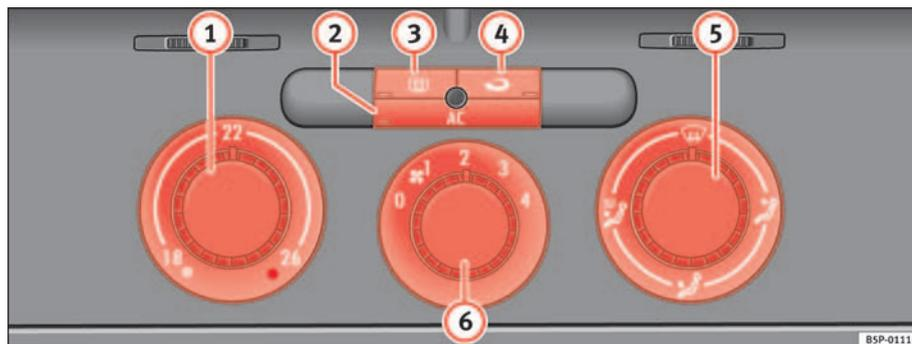

Fig. 122 Sulla plancia portastrumenti: i comandi del Climatic
- Le manopole ⇒ fig. 122 ① e ⑤ e la manopola ⑥ servono rispettivamente a impostare la temperatura desiderata, a indirizzare il flusso d'aria e a selezionare il livello di potenza della ventola.
- Per attivare o disattivare una funzione bisogna premere il tasto corrispondente ②, ③ o ④. Quando la funzione è attiva, la spia situata nell'angolo in basso del tasto si illumina.
- ① Manopola di regolazione della temperatura ⇒ pag. 155
- ② Tasto **AC** - Accensione e spegnimento del climatizzatore ⇒ pag. 155
- ③ Tasto **☒** - Lunotto termico. Questa funzione si spegne automaticamente dopo circa 20 minuti. Se si desidera spegnerlo prima bisogna premere il tasto relativo.
- ④ Tasto **↻** - Funzione di ricircolo ⇒ pag. 157
- ⑤ Manopola di regolazione della ripartizione del flusso d'aria ⇒ pag. 155
- ⑥ Comando del ventilatore. Il volume del flusso d'aria è regolabile su quattro livelli. Quando si viaggia a basse velocità, si consiglia di tenere sempre acceso il ventilatore al livello più basso. ▶
- Accendere il climatizzatore con il tasto ⇒ pag. 154, fig. 122